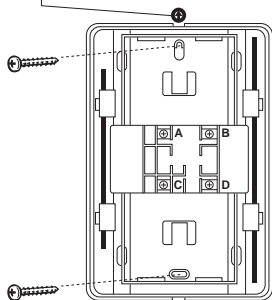

Abb.2
2. Befestigen Sie den Gong mittels der beiliegenden Schrauben an der gewünschten Stelle (mind. in 2,00m Höhe). Achten Sie bei der Montage auf eine senkrechte Ausrichtung (Abb.2).